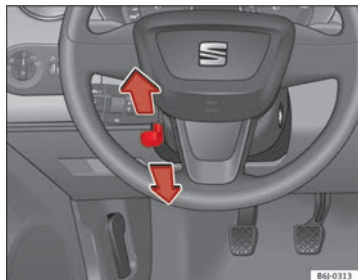

Fig. 108 Réglage en hauteur du volant
- Poussez le levier $\Rightarrow$ fig. 108 situé sous la colonne de direction vers le bas $\Rightarrow \triangle$.
- Réglez le volant jusqu'à ce que vous obteniez la position souhaitée $\Rightarrow$ fig. 108.
- Réglez le siège du conducteur ou le volant de sorte que la distance entre celui-ci et votre thorax soit au moins de 25 cm $\Rightarrow$ fig. 108. Si vous ne respectez pas cette distance minimale, le système d'airbag sera dans l'incapacité de vous protéger – danger de mort !